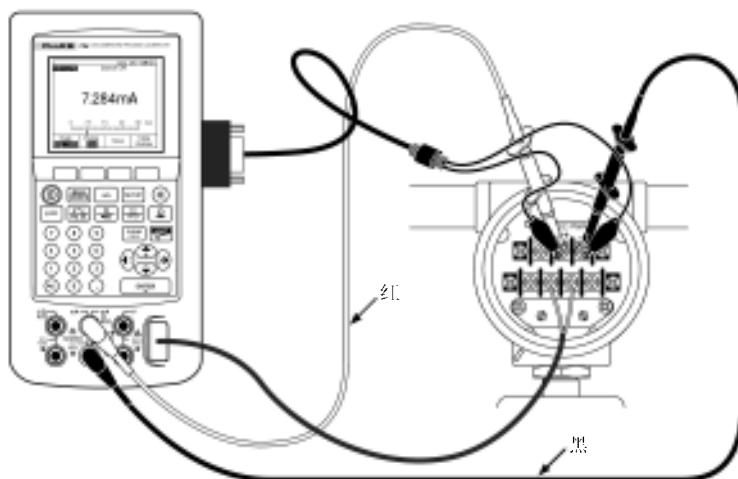

图 18
7. 选择 Output Trim，并按 ENTER 键。主变量(PVAO) 的数值将出现在显示屏的右上角(图 18)。这通常是一个 4mA 的信号。福禄克公司 744 正在测量的 mA 值(一个不断变化的值)出现在屏幕的中心位置。按 Fetch 软键以装入被测的 mA 数值。按 Send 将该值发送给 3144，以便按 4mA 来调节其输出部分。按 Continue 以进行 20mA 的调节，并重复上述步骤。
这个例子假定变送器与过程隔离，并且在电气上不连到回路电源。按照图 18 中的电路图进行变送器的基本连接。HART 通讯连接的极性正反关系不大。由于 744 经过其 mA 插口已经在 24V 回路电源中串联了一个电阻器，所以不需要再单独使用 250Ω 电阻器。在此例子中采用一个 K 型热偶变送器，其输入量程为 0-100°C，4-20mA 输出，测试误差为 0.25%。